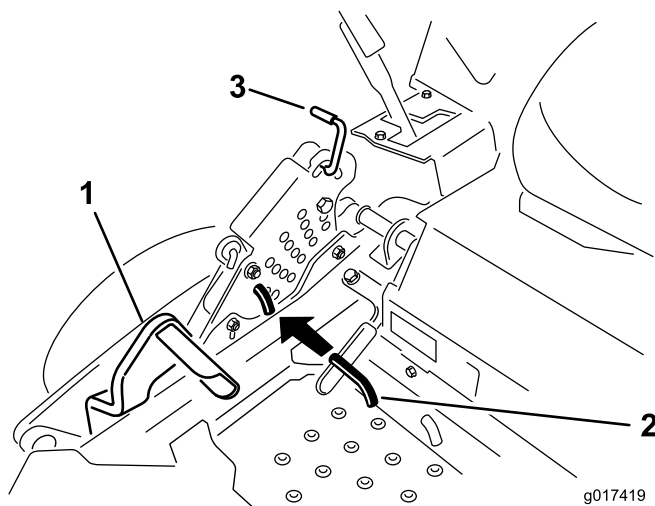

Figura 71
5. Empuje el pedal de elevación de la carcasa hacia delante del todo; la carcasa se enganchará en la posición de transporte de 14 cm (5-1/2 pulg.) (Figura 71).